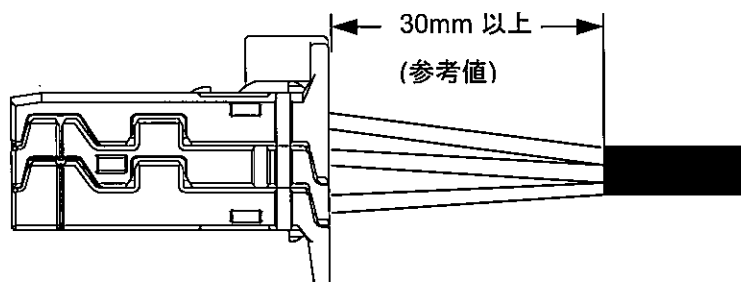

Fig.25
**注意** Fig.25 は積層合体(6.4 項)を完了した後の処置を示したものです。